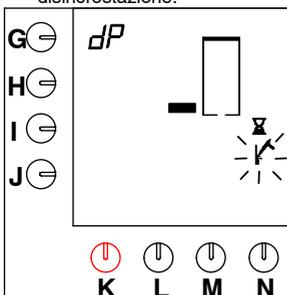

Fig. 25 Lasciare al disincrostante il tempo di agire
- Quando l'acqua è calda, sullo schermo vengono visualizzati una clessidra e il simbolo di un martello lampeggiante (vedere fig. 25 ). Segue una pausa di 5 minuti durante i quali il RENEGITE agisce.